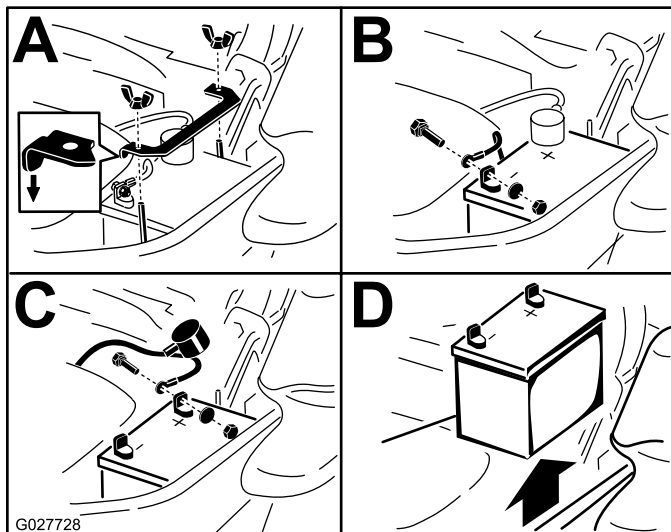

Figura 65
3. Retire la batería, según se muestra en Figura 65.
**Nota:** Coloque la batería en la bandeja, con los bornes frente al depósito de aceite hidráulico (**Figura 65**).